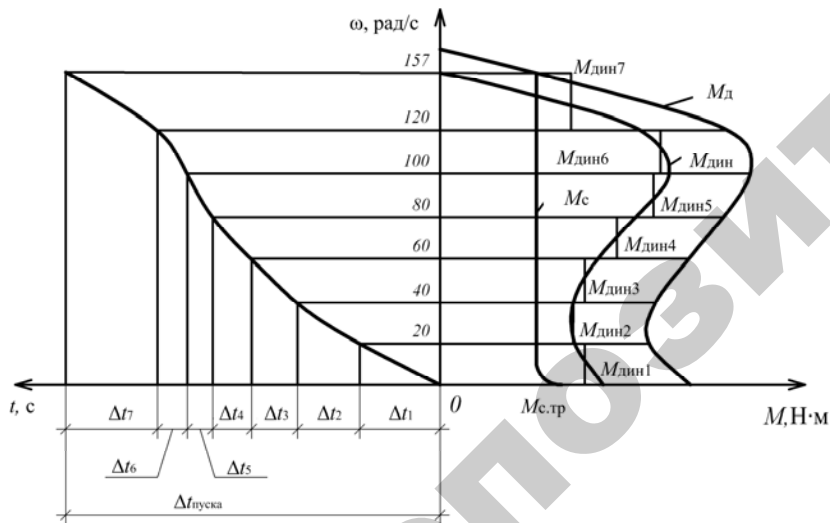

Рис. 9.1. Построение кривой изменения скорости электродвигателя при пуске
• к пункту 2 плана занятия. Механическую характеристику электродвигателя следует строить по данным, взятым из занятия №5 (табл. 5.2, строки момента и скорости). Построение выполнить по образцу рис. 9.1. Размер рисунка – не менее 150×150 мм.
• к пункту 3 плана занятия. Принять, что электродвигатель приводит в движение транспортер. Механическую характеристику транспортера построить по уравнению $M_c = \text{const}$. Значение M_c взять из табл. 9.1. Транспортер имеет момент трогания $M_{с.тр} = 1,3 M_c$ (рис. 9.1).
построить кривую изменения избыточного момента. На каждом участке скорости принять $M_{\text{дин}} = \text{const}$. Таким образом, получим ломаную ступенчатую линию динамического момента (рис. 9.1).